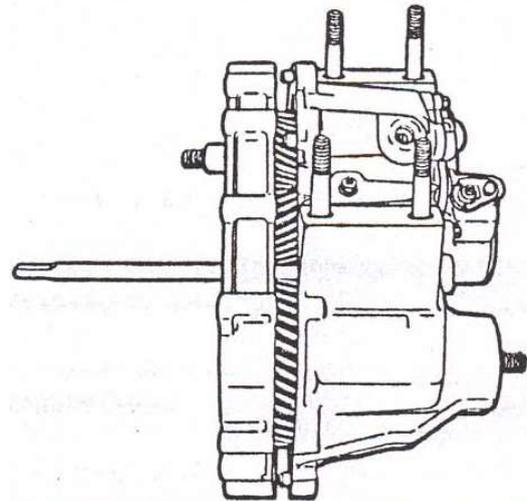

Рис. 6.7 Разъединение переднего и заднего картеров
- разъединить передний и задний картеры за специальные приливы заднего картера (Рис. 6.7);